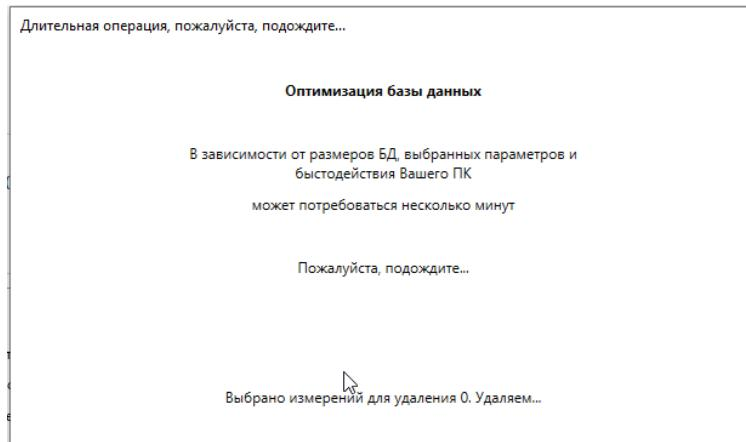

Рисунок 13-4
4. После нажатия кнопки «OK» появиться окно Рисунок 13-4 и начнется процесс оптимизации, дождитесь окончания операции.